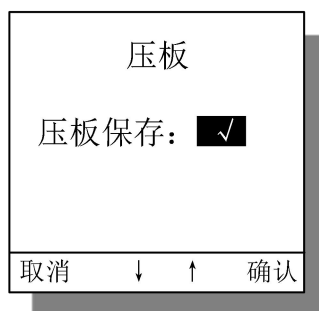

图 24 压板修改保存界面
- 3) 保存压板修改操作。压板修改支持一次修改多个保护软压板后统一保存，操作就是重复2)步骤。修改完保护软压板后，在具体保护软压板界面，按[C]键退到压板保存界面。用户操作[+]或[-]键选定是否保存，[√]表示保存操作状态，[×]表示操作无效状态，按[←]键确认其选定的状态。如操作成功，且有保护软压板投退发生了变化，会有其软压板投退报文弹出。压板保存界面图见图24。